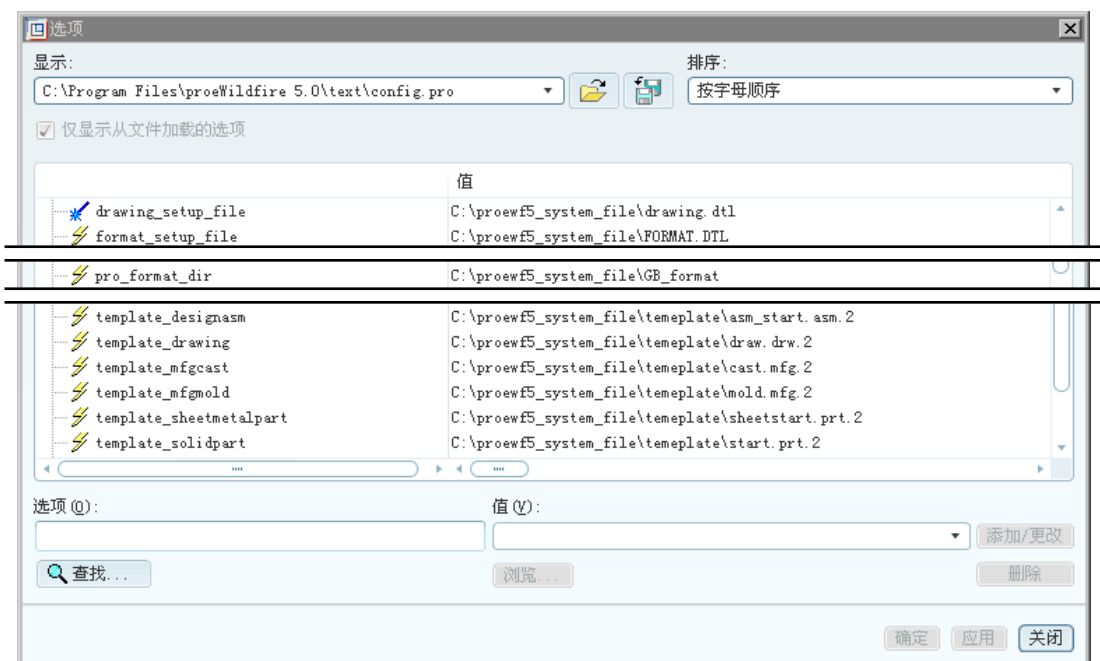

图 2.1.4 “选项”对话框（三）
Step4. 选择下拉菜单 **工具(T)** → **选项(O)** 命令，系统弹出图 2.1.4 所示的“选项”对话框（三）。
- ① 在图 2.1.4 所示的“选项”对话框中的选项(O):文本框中输入 drawing_setup_file。
- ② 单击以激活对话框的值(V):文本框，单击 浏览... 按钮。
③ 在“Select File”对话框中，选取 C:\Program Files\proeWildfire 5.0\text 目录中的文件 drawing.dtl，单击该对话框中的 打开 按钮。
- ④ 单击“选项”对话框右边的 添加/更改 按钮。
- (1) 单击 应用 按钮，再单击“存盘”按钮 .
- (2) 保存的文件名为 config.pro。
(3) 单击  按钮。